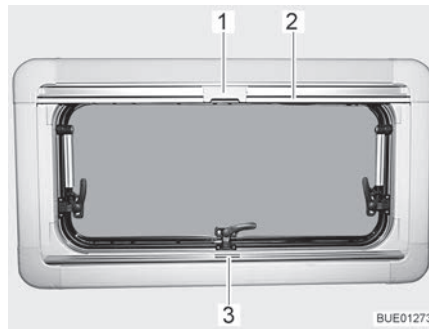
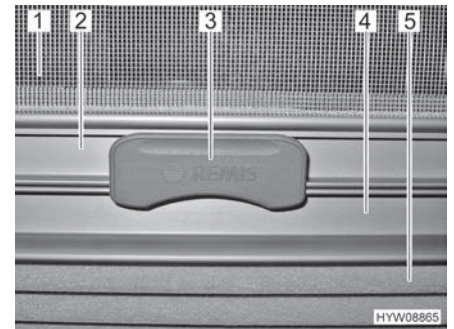

Bild 15 Överkantshängt fönster
Bild 16 Spärr
Plisségardinen (Bild 16,5) finns i den nedre rullgardinskassetten.
- Ta tag i mitten på plisségardinens list (Bild 15,3 och Bild 16,4) och drag den nerifrån och uppåt och släpp den vid önskad höjd. Plisségardinen stannar på denna höjd.
Insektsnätet (Bild 16,1) finns i den övre rullgardinskassetten.
- Drag, med listen (Bild 15,2 och Bild 16,2), ner insektsnätet tills listen stöter mot plisségardinen (Bild 16,4).
- Lås fast insektsnätets spärr (Bild 15,1 och Bild 16,3) på plisségardinens list. När spärren är låst, kan plisségardinen och insektsnätet justeras samtidigt.
- Tryck spärren (Bild 16,3) på insektsnätet uppåt.
- För långsamt tillbaka insektsnätet med listen (Bild 15,2).